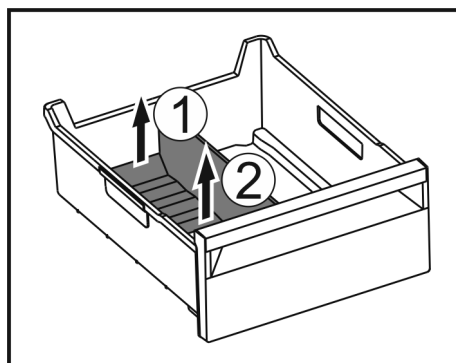

Fig. 149
- ▶ Приподнимите заднюю часть разделителя отделения для льда. Fig. 149 (1)
- ▶ Извлеките разделитель отделения для льда движением вверх. Fig. 149 (2)